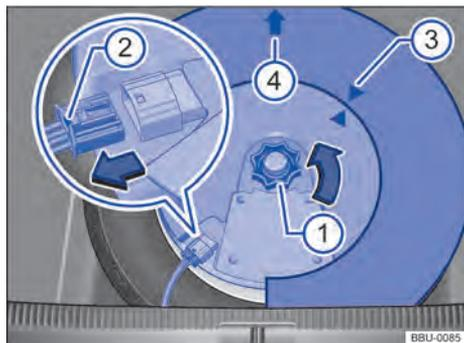

Fig. 192 En el maletero: desmontar el subwoofer (variante 2).
- Coloque el subwoofer en la base de la llanta con cuidado. La punta de la flecha "FRONT" → fig. 192 ④ que hay en el subwoofer deberá señalar hacia delante.
- Compruebe que la punta de esta flecha coincida con la punta de la flecha de la caja de herramientas → fig. 192 ③.
- Acople el conector → fig. 192 ② hasta que el bloqueo encastre de forma audible.
- Enrosque la rueda de repuesto → fig. 192 ① en el tornillo prisionero en el sentido contrario al de la flecha hasta que el subwoofer quede bien fijado.